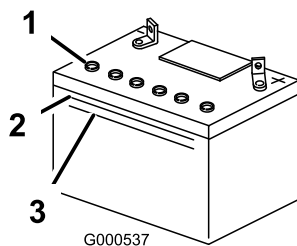

Figure 40
1. Observez le côté de la batterie. Le niveau de l'électrolyte doit atteindre le trait **supérieur** (Figure 40). Le niveau d'électrolyte ne doit pas descendre au-dessous du trait inférieur (Figure 40).
3. Enlevez les bouchons d'évent de la batterie (Figure 40)
4. Versez de l'eau distillée avec précaution dans chaque élément jusqu'au repère supérieur (Figure 40) sur le côté de la batterie.
5. Attendez cinq à dix minutes après avoir rempli les éléments. Au besoin, ajoutez de l'eau distillée pour amener le niveau jusqu'au repère supérieur sur le côté de la batterie (Figure 40).